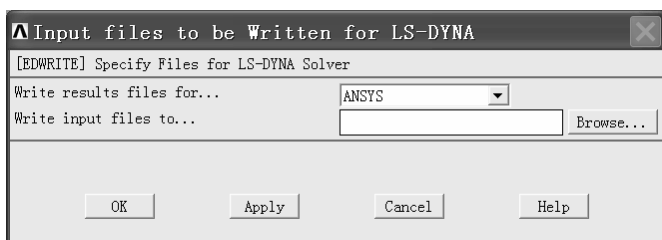

图 10-113 “Input files to be Written for LS-DYNA” 窗口
(1) 依次选择 Main Menu>Preprocessor>Solution>Write Jobname.k, 弹出 “Input files to be Written for LS-DYNA” 窗口 (见图 10-113)。